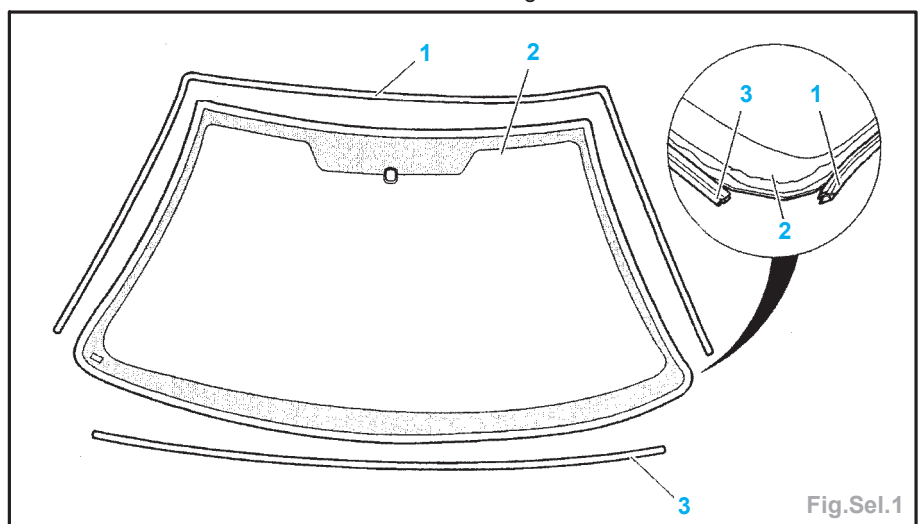
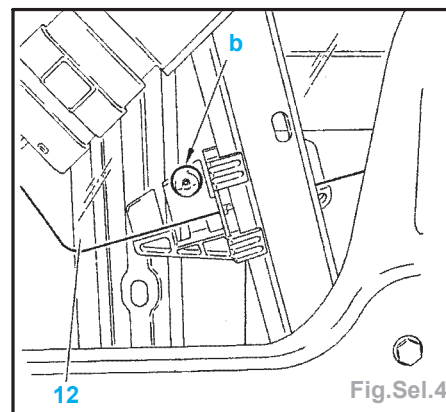

Fig.Sel.1
Fig.Sel.4
- Reposer (Fig.Sel.1) :
- le jonc de finition du pare-brise (1),
- le jonc inférieur (3).
- le H.P (11),
- la feuille d'étanchéité (8),
- le lèche-vitre int. (9),
- les connecteurs (10).
- Descendre la glace (12) environ au ¼ (Fig.Sel.4).